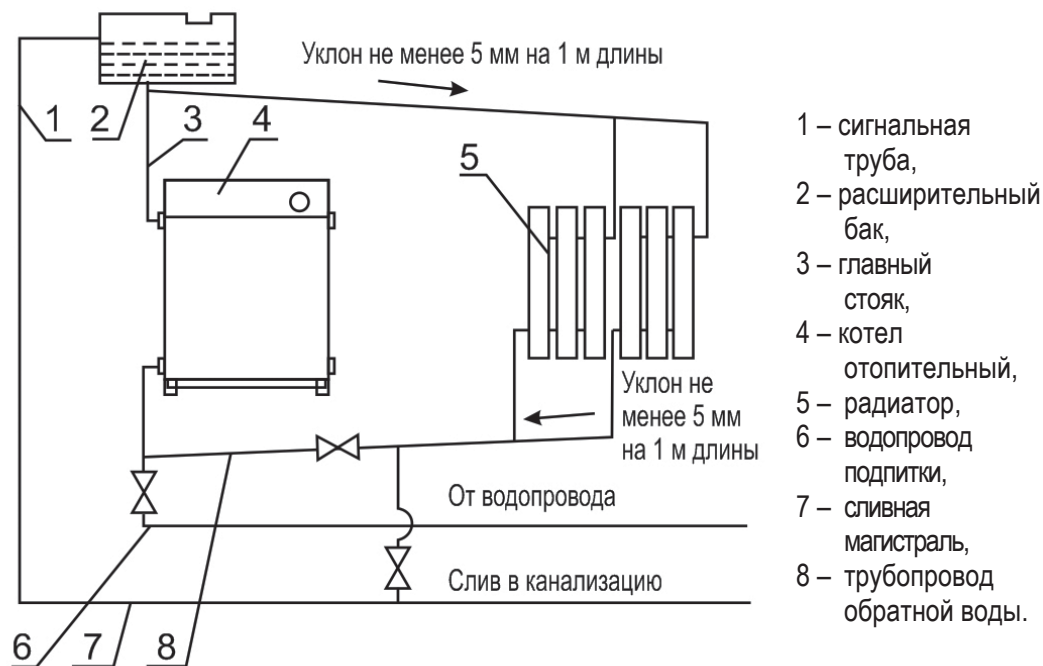

Рисунок 7 - Рекомендуемая схема системы отопления без циркуляционного насоса
7.3. Вариант установки котла приведен на рис.7.